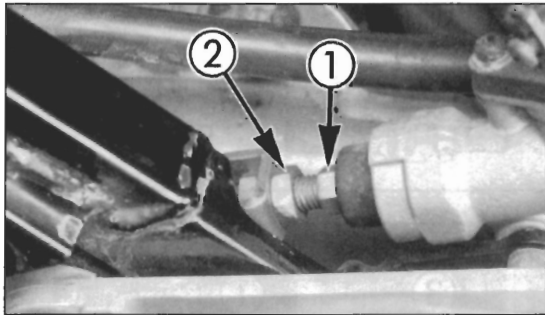

Bild 52
- Pedallage am Einsteller ① Bild 52 einstellen und mit Gegenmutter ② sichern.